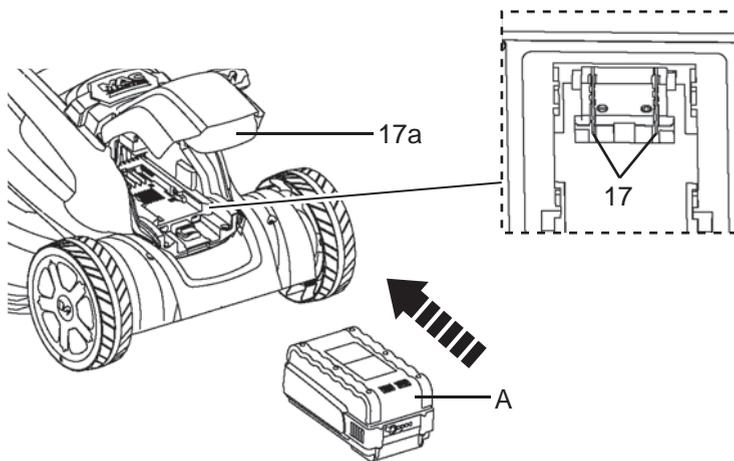

Fig.6
- > Installez le boîtier de batterie [A] dans le compartiment de la batterie [17] (Fig.6).